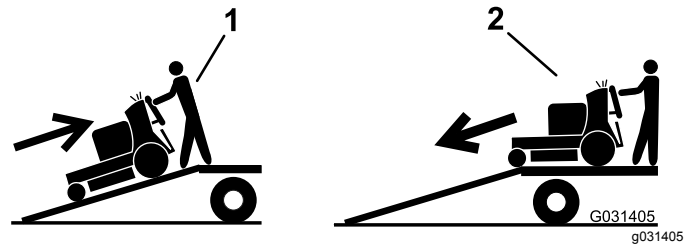

Bild 25
5. Fahren Sie mit der Maschine rückwärts auf die Rampe (Bild 25).